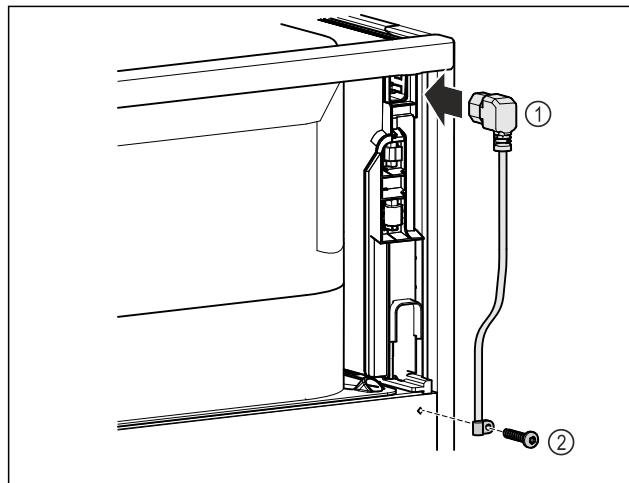

Fig. 9
- Ikiškite prijungimo prie tinklo laido „šaltojo prijungimo“ jungtį Fig. 9 (1) galinėje prietaiso pusėje.
- Sumontuokite suveržimo įtaisą. Fig. 9 (2)